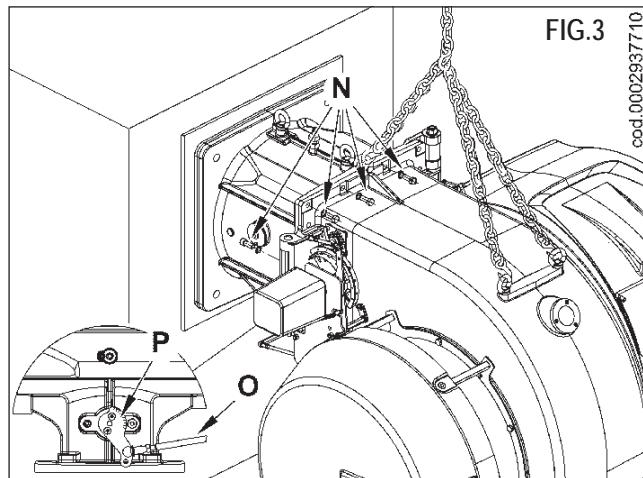

FIG.3
- Manteniendo las cadenas enganchadas a las armellas, girar el cuerpo de ventilación y posicionar la brida del ventilador a contacto con la del colector de aire, verificando que el perno M se introduzca en el orificio correspondiente (FIG 3).
- Conectar el tirante (O) a la palanca (P) de la mariposa de regulación del caudal de gas (FIG 3).